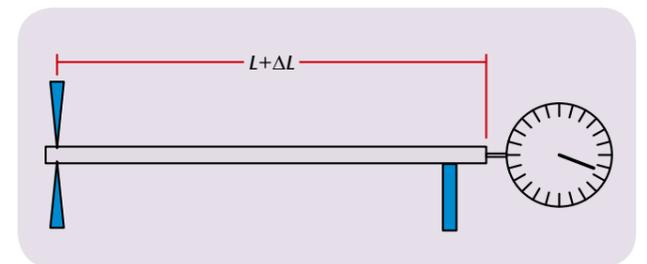

Fig. 1: Representación esquemática del montaje de medición
El coeficiente de dilatación lineal buscado se puede determinar de las líneas rectas en la Fig. 1 que pasan por el origen. La deducción de la ecuación (3) es por lo tanto sin validez cuando se observan también altas temperaturas. Entonces se muestra que  $\alpha$  no es constante sino que depende de la temperatura. Si se observa bien, también es en el caso en el rango de temperatura estudiado. Como las variaciones de la longitud se miden con una resolución de 0,01 mm, un análisis de datos más exacto muestra que los valores de medida no se comportan linealmente y que especialmente para el latón el coeficiente de dilatación aumenta al aumentar la temperatura.